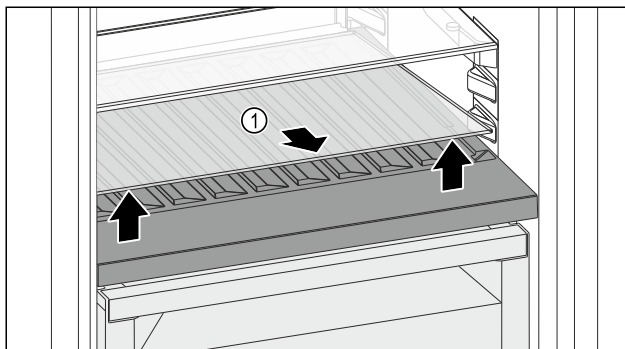

Fig. 152
- Sollevare il ripiano di vetro Fig. 152 (1) dall'incavo anteriore e rimuoverlo.
- Conservare il ripiano di vetro Fig. 152 (1) fuori dall'apparecchio in un luogo sicuro.
- Inserire il ripiano di vetro (2) sotto il vano bottiglie variabile.